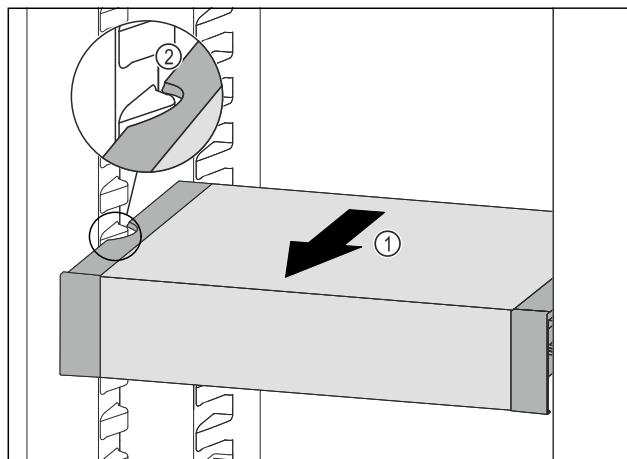

Fig. 103
- ▶ Táhněte VarioSafe dopředu Fig. 103 (1), dokud nebudou boční vybrání VarioSafe na úrovni žebrování na nádoby v chladničce. Fig. 103 (2)